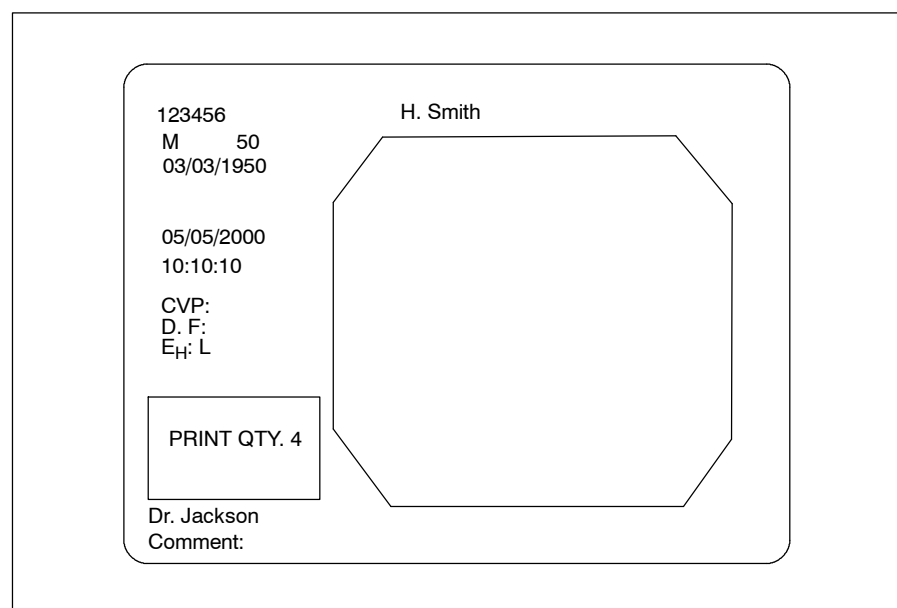

Figura 6.62
- Pulsando una sola vez se mostrará el número de imágenes durante 2 segundos en la pantalla (ver figura 6.62).